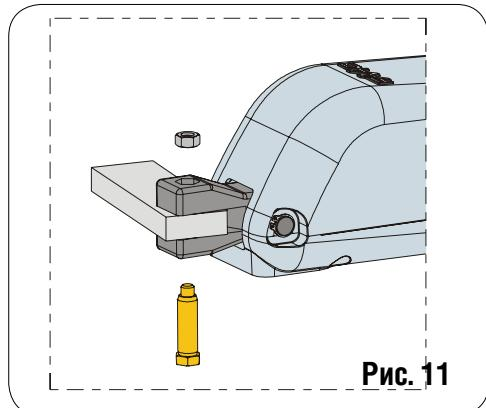

Рис. 11
8) Закрепите привод на заднем кронштейне посредством входящих в комплект поставки шпилек, как показано на Рис. 11